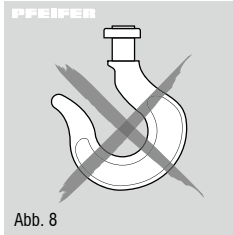

Abb. 8
- Das Entfernen der Sicherheitsbügel von Trag- bzw. Lasthaken ist unzulässig (Abb. 8).